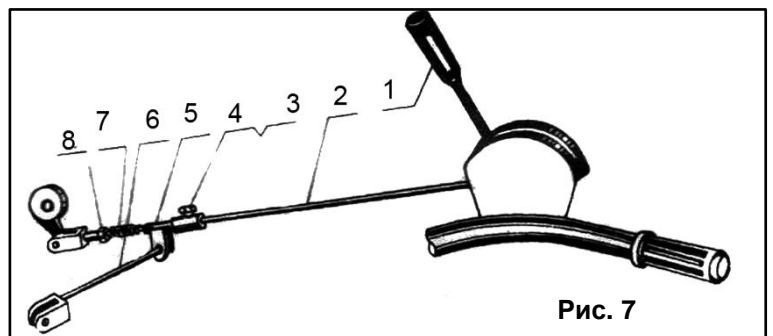

Рис. 7
- Поставьте культиватор под уклон 20°, переведите отжимной рычаг сцепления (1) (См. Рис.7) в положение тормоза. Если ведущее колесо не катится, тормоз держит надежно.